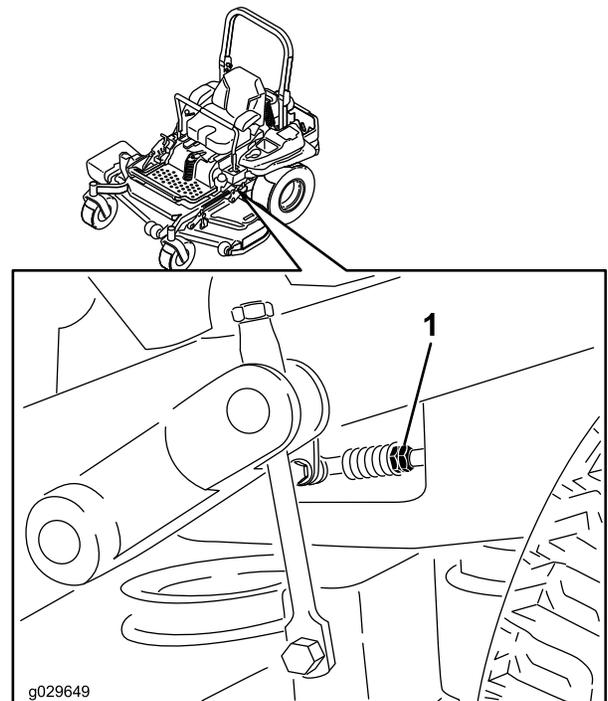

Figura 88
8. Ajuste la longitud de las varillas de control de las bombas girando las tuercas dobles de la varilla en el sentido apropiado, hasta que las ruedas se muevan ligeramente en marcha atrás (Figura 88).